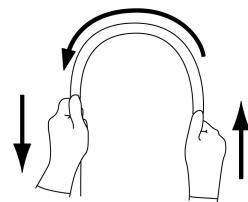

図1
4.挿入部を両手で持ち、全長にわたって図1に示すように順次半円の頂点をずらすように曲げたときに、適切な軟らかさを有しており、軟らかさが不連続になっているなどの異常がないこと。